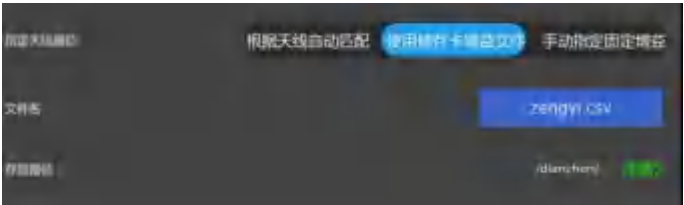

图3-142 文本导入状态
- d. 文件存储完成后，选择“文本选择”，能正常显示对应的文件，如图 3-142 所示：